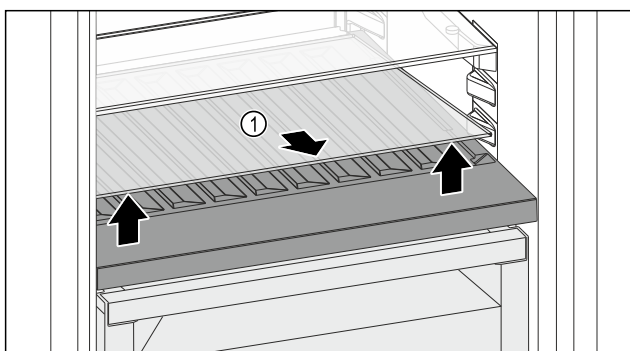

Fig. 98
- Løft glassplaten Fig. 98 (1) foran på fordypningen og ta den ut.
- Oppbevar glassplaten Fig. 98 (1) trygt utenfor apparatet.